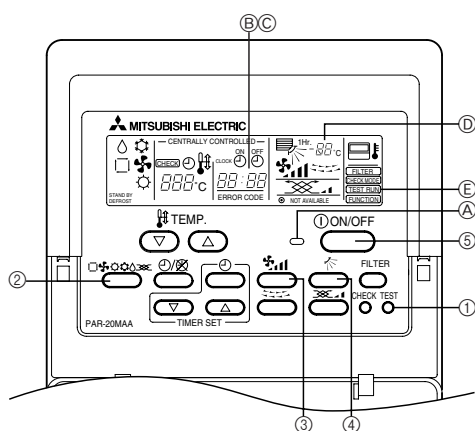

Fig. 6-1
6. Выполнение испытания (Fig. 6-1)